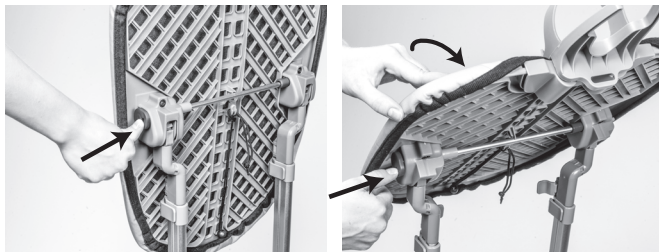

Рис. 8
7.2.3 Для регулировки наклона нажмите на красную кнопку на обратной стороне доски и установите доску в необходимое положение (рис. 8).